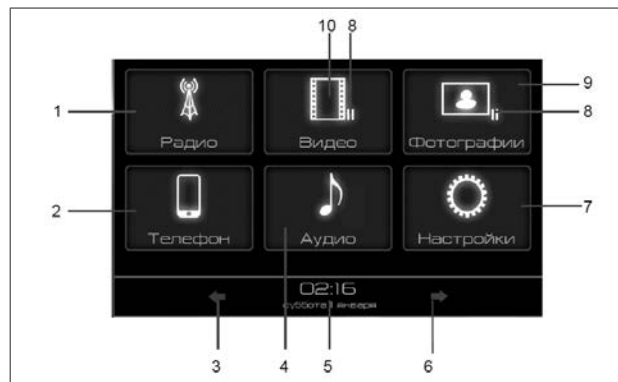

Рис. 2. Окно главного меню
2.5.1 После первого включения радиоприёмника или перезагрузки на дисплее радиоприёмника отображается главное меню (рис. 2).
- кнопкой **Радио** в главном меню (рис. 2);
- нажатием кнопки **Аудио** (рис. 2);
Примечание. При нахождении режима «Аудио» в состоянии «Пауза» (индикатор **8**, рис. 2) повторный вход в режим «Аудио» переведет радиоприёмник в режим проигрывания аудиофайла с места остановки прослушивания.